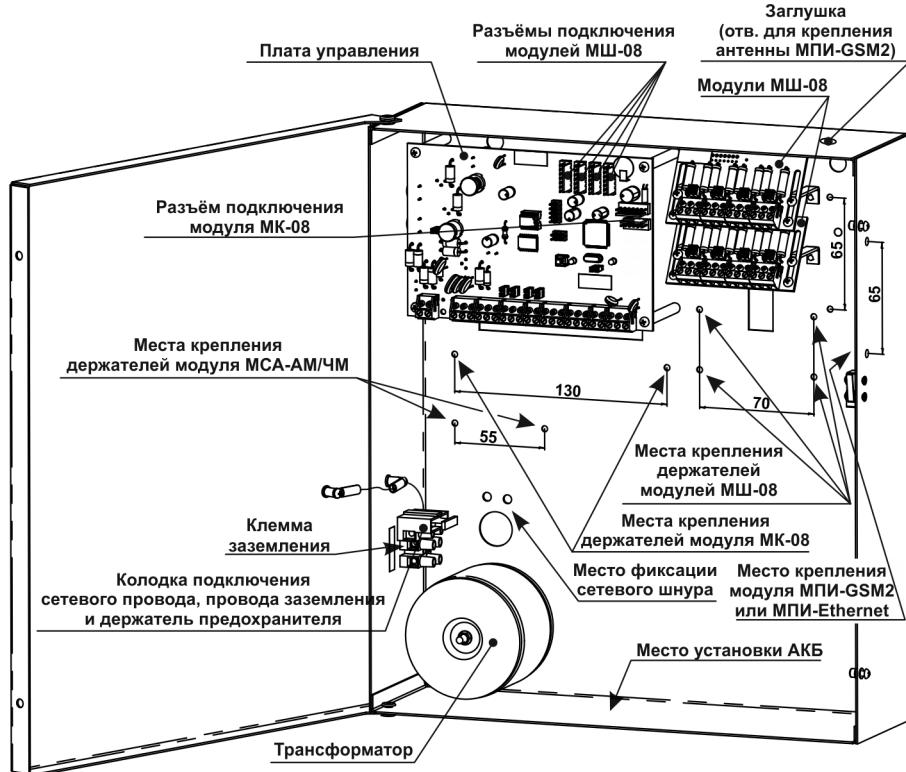

Рисунок 8 – Вид прибора ПКП-128 с открытой крышкой
П р и м е ч а н и е – Место установки модуля МШ-08 – см. Рисунок 8. Установку других модулей производить по аналогии с установленными модулями МШ-08.
- Вставьте разъём шлейфа в соответствующий разъём на плате управления прибора (см. Рисунок 2 и Рисунок 8).
Модуль МК-08 устанавливается аналогично модулю МШ-08 (см. п.п. 7.4.1.1), место установки – см. Рисунок 8. Подключение модуля МК-08 к плате управления – см. п. 5.1, Рисунок 2 и Рисунок 8.
Модуль МСА-АМ/ЧМ устанавливается аналогично модулю МШ-08 на держатели, идущие в комплекте с модулем. Место установки – отверстия с шагом 55 мм (см. Рисунок 8).
Модуль МПИ-GSM2 устанавливается на внутреннюю боковую поверхность корпуса прибора (отверстия с шагом 65 мм - см. Рисунок 8). Для крепления используются две стойки из комплекта ЗИП модуля и четыре винта. Стойки сначала прикрепляются к плате модуля (используются два крепёжных отверстия по стороне установки SIM-карты), а затем вся собранная конструкция крепится на корпусе прибора. Антенный разъём модуля крепится на верхней стенке корпуса прибора (предварительно нужно удалить заглушку, закрывающую соответствующее отверстие).
Модуль МПИ-Ethernet устанавливается на внутреннюю боковую поверхность корпуса прибора (отверстия с шагом 65 мм - см. Рисунок 8). Для крепления используются две стойки из комплекта ЗИП модуля и четыре винта. Стойки сначала прикрепляются к плате модуля (используются два крепёжных отверстия), а затем вся собранная конструкция крепится на корпусе прибора (разъём Ethernet должен смотреть вниз).